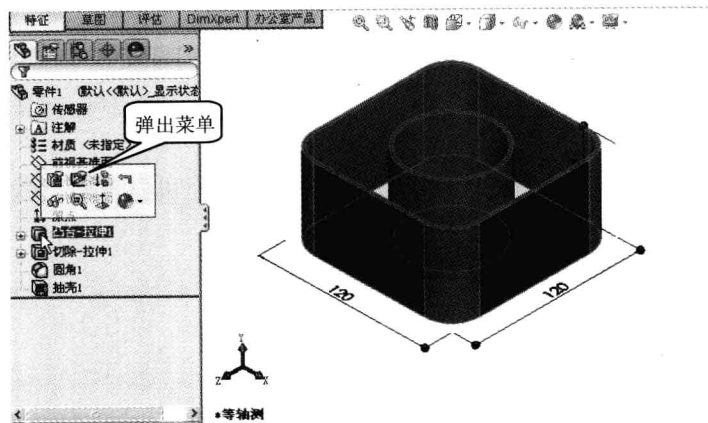
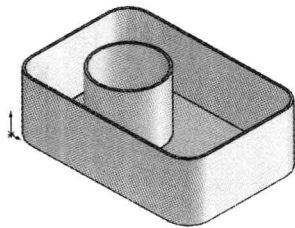

图 1-20 修改草图 1 尺寸数值
图 1-21 修改后的结果
(1) 在特征树上单击“凸台-拉伸 1”, 在弹出的快捷菜单中选择“编辑草图”图标 (如图 1-20 所示), 图形区中显示草图 1 的图形及尺寸。
(2) 双击水平尺寸并将其数值改为 180。
(3) 单击“确认角”按钮。结束并接受草图绘制, 结果如图 1-21 所示。